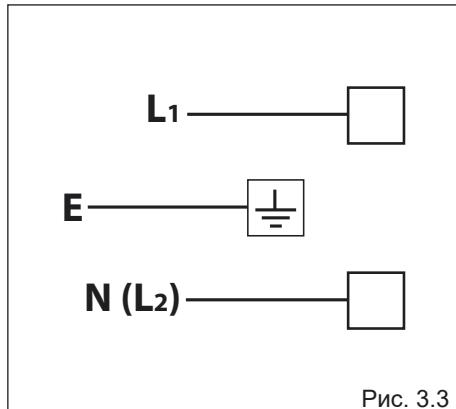

Рис. 3.3
- Подсоединение нового кабеля, соответствующего типа и сечения, к щитку с зажимами осуществляется согласно следующей схеме (Рис. 3.3).